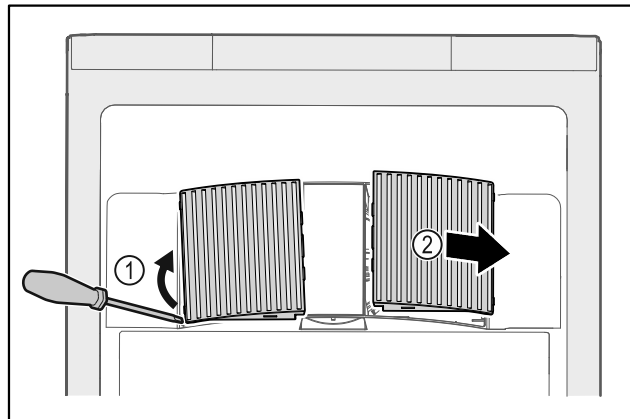

Fig. 125
- Ventilatorafdekkingen voorzichtig aan de zijkant eruit halen Fig. 125 (1) en naar de voorkant toe verwijderen Fig. 125 (2).